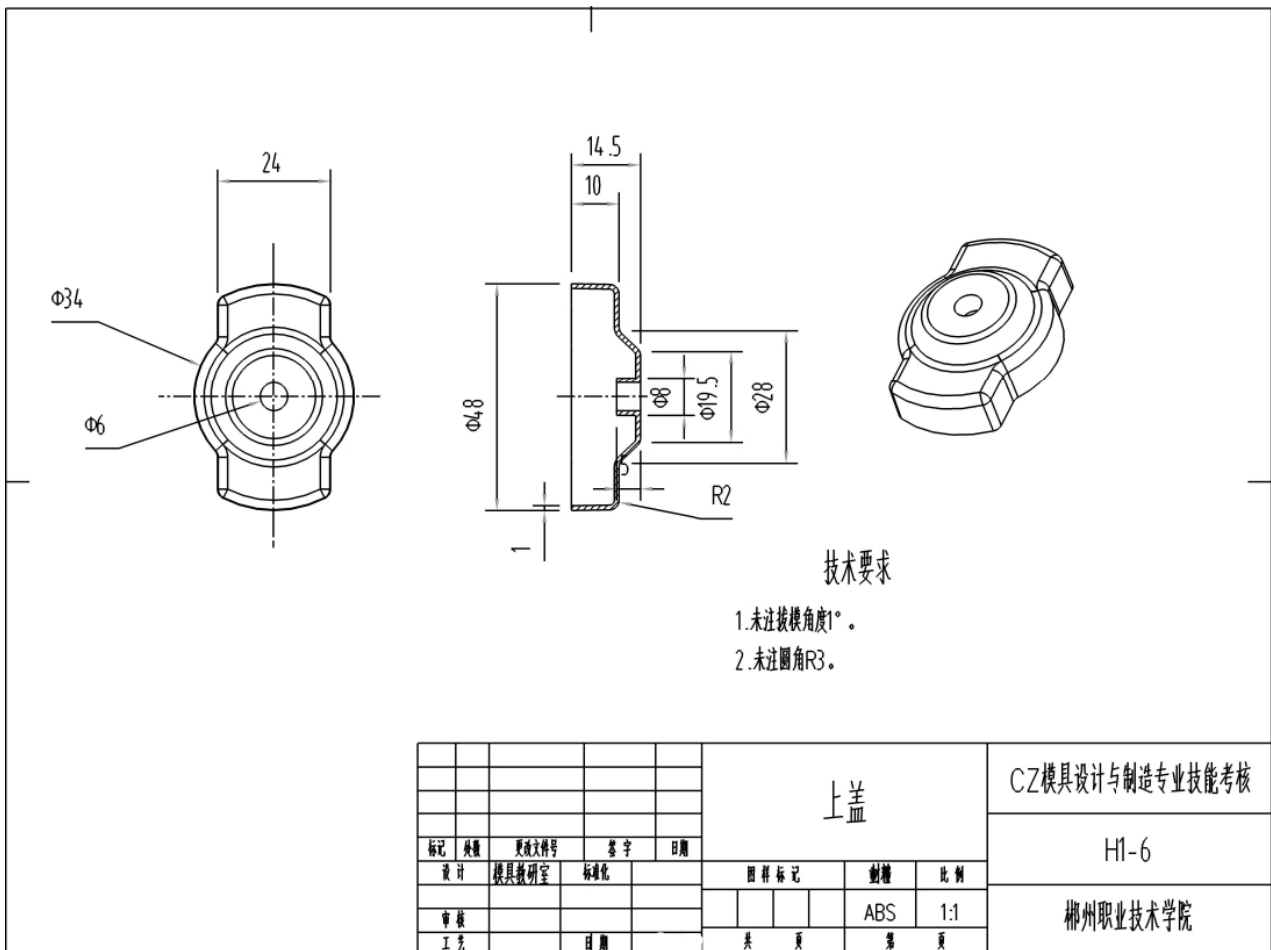

图 H1-6 上盖
- (1)在F 盘下建立考生文件夹，文件夹名称为“场次—工位号—ZM ”。塑件三维造型及型腔、型芯设计所完成后的文件都存于此文件夹中；
- (2)根据图 H1-6 要求，进行塑件三维造型设计，文件名称为 3DSJ；
- (3)完成该塑件的注射模具型腔、型芯零件设计，一模四穴；分型面、分流道、浇口设计合理，型腔、型芯零件结构工艺性合理；
- (4)分模文件名称为 SJFM ，型腔(cavity) 和型芯 (core) ；
- (5)塑件材料：ABS，收缩率 0.5% ，尺寸精度 MT7。
- (6)技能操作应执行国家职业技能标准《模具设计师》（三级）